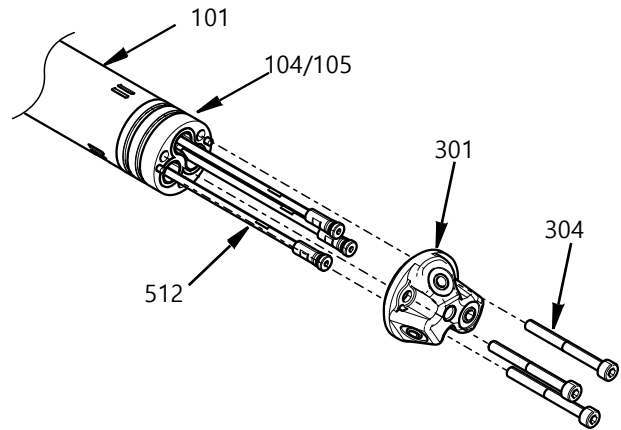

FIG. 12
- 노즐 헤드(301)와 어댑터(104/105)를 중앙 본체 (101)의 앞쪽 끝에 부착하는 M4 육각 헤드 나사 (304) 3개를 풉니다. 그런 다음, 차단 밸브 로드 (512)를 제거할 수 있습니다. FIG. 12를 참조하십시오.